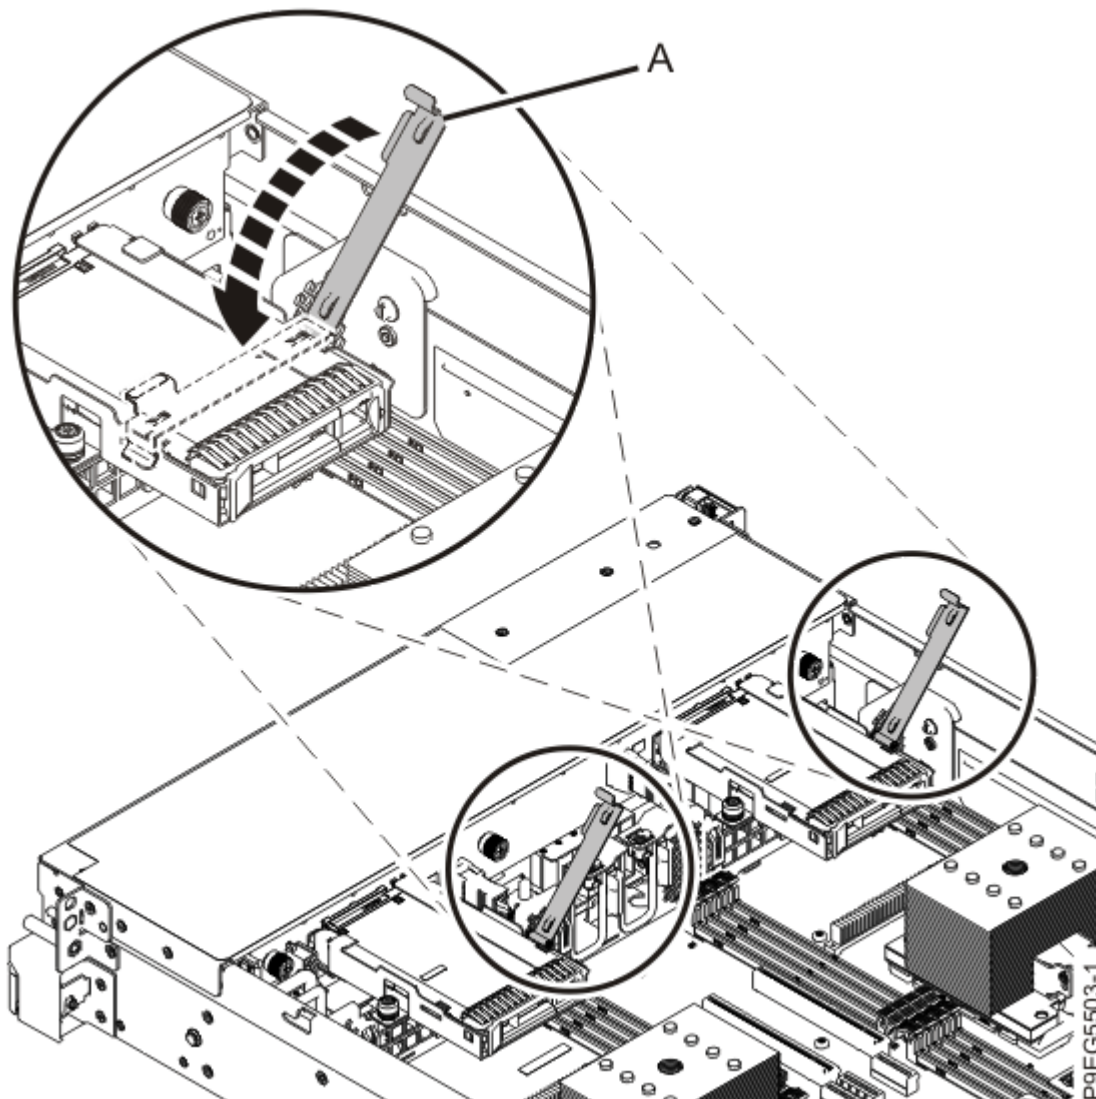

Figura 24. Cierre del receptáculo de la unidad
- e) Cierre el receptáculo de la unidad (**A**) en la unidad como se muestra en la Figura 24 en la página 26.